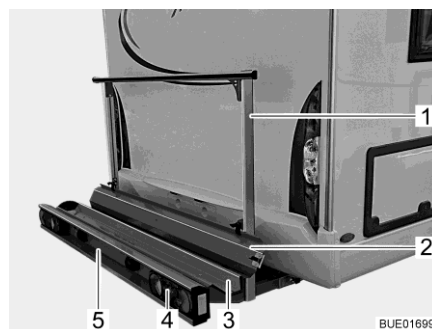
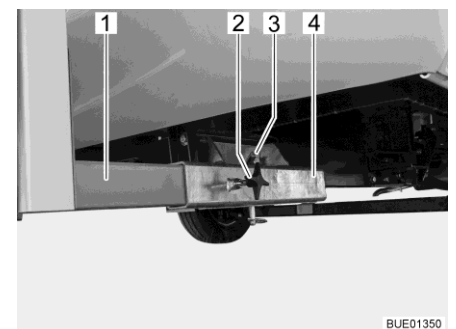

Fig. 5 Porte-charges
Fig. 6 Fixation sur le véhicule
Le porte-charges (Fig. 5) permet de transporter une moto ou un scooter d'un poids allant jusqu'à 130 kg.
- Réceptacle (Fig. 5,3) et étrier de fixation (Fig. 5,1) avec fixation sur le véhicule (Fig. 6)
- Feux arrières (Fig. 5,4)
- Éclairage plaque minéralogique (Fig. 5,5)
- Rail d'accès (Fig. 5,2)
- Fixation sur le véhicule** Les deux longerons (Fig. 6,1) du porte-charge sont fixés avec des vis à garet (Fig. 6,2) sur les réceptions quatre pans (Fig. 6,4) situées sur le plancher du véhicule. Le porte-charge est bloqué par un boulon (Fig. 6,3) avec circlip.